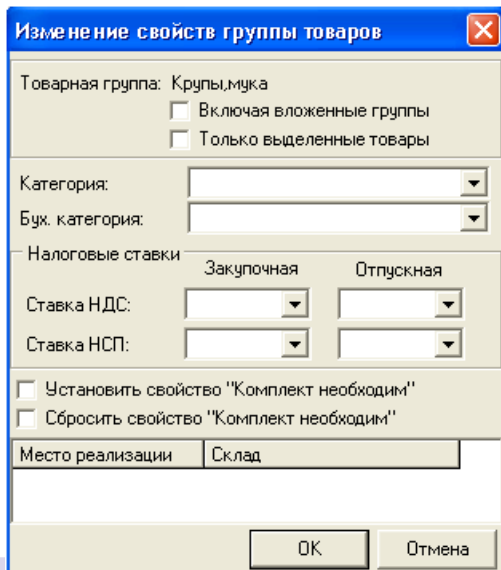

Рис. 57
- ✓ Внесите необходимые изменения группы товаров в окне *Группа [Название группы]: свойства* (см. Рис. 57).